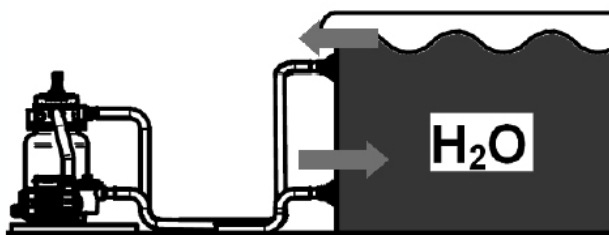

Fig. 9
- 1) Čerpadlo umístěte pod hladinou vody viz obrázek Fig. 9